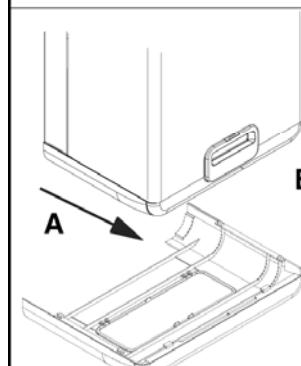

Рис. 6b
- снимите крышку, потянув ее на себя (**A-B**) (рис. 6b)